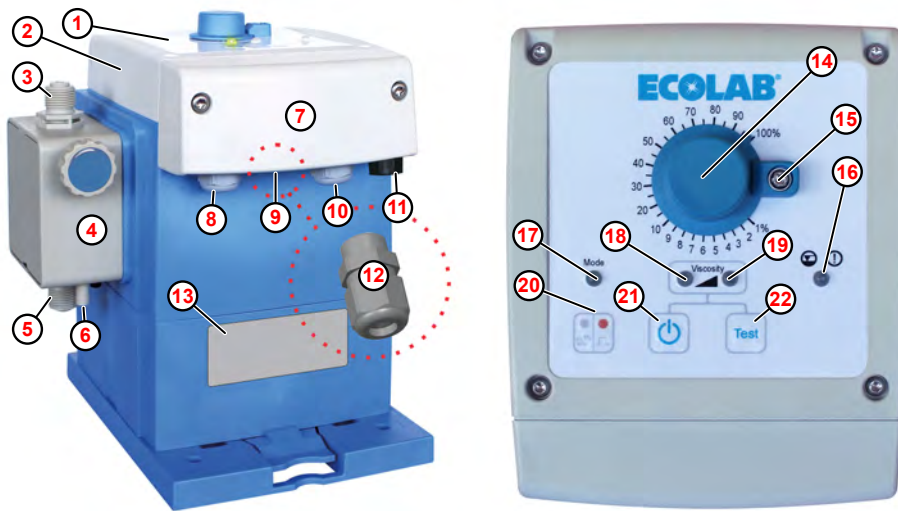

Fig. 1: Struttura e controlli «EcoUp»
Per il cablaggio del segnale d'allarme, il kit accessori della pompa contiene un apposito pressacavo M12 x 1,5 ( Fig. 1 , ⑫ ).